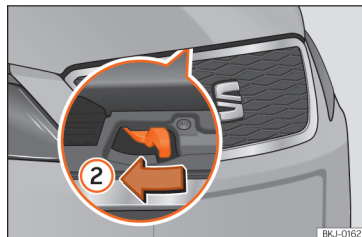

Fig. 185 Alavanca sob o capô.
- Para levantar o capô, pressione para a esquerda a alavanca situada sob o capô, no centro » **Fig. 185 ②**. Os ganchos de fixação ficam desbloqueados.